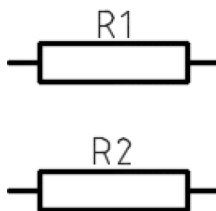

图 8-29 插入第二个电阻块
-13”并〈Enter〉键，弹出“编辑属性”对话框，设置该电阻块的标识为“R2”，单击“确定”按钮。插入的第二个电阻块如图 8-29 所示。